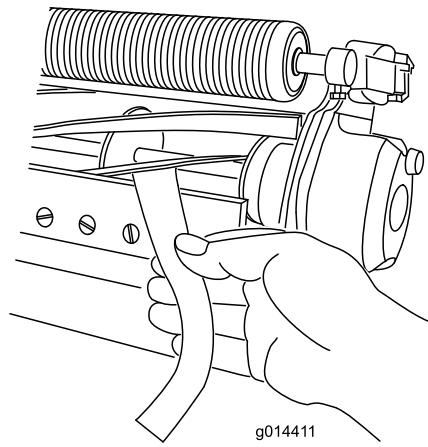

Figura 5
- En un extremo del molinete, inserte una tira larga de papel de periódico entre el molinete y la contracuchilla (Figura 5). Mientras gira el molinete lentamente hacia adelante, gire en el sentido de las agujas del reloj el tornillo de ajuste de la barra de asiento (en el mismo extremo del molinete), un clic a la vez, hasta que el papel quede ligeramente aprisionado al insertarlo desde delante, paralelo a la contracuchilla. Debe observar una ligera resistencia al tirar del papel.
- Cuando termine el ajuste, compruebe si el molinete 'pellizca' un papel cuando se inserta desde delante, y si corta el papel cuando se inserta perpendicular a la contracuchilla (Figura 5).